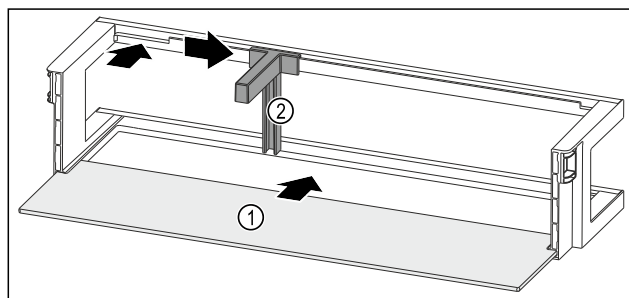

Fig. 217 Лотки на дверцятах з полицею
- Всуньте полицю Fig. 217 (1) в бокові пази.
- Вставте тримач пляшок Fig. 217 (2) у паз.
- Пересуньте тримач пляшок Fig. 217 (2) убік до бажаної позиції.